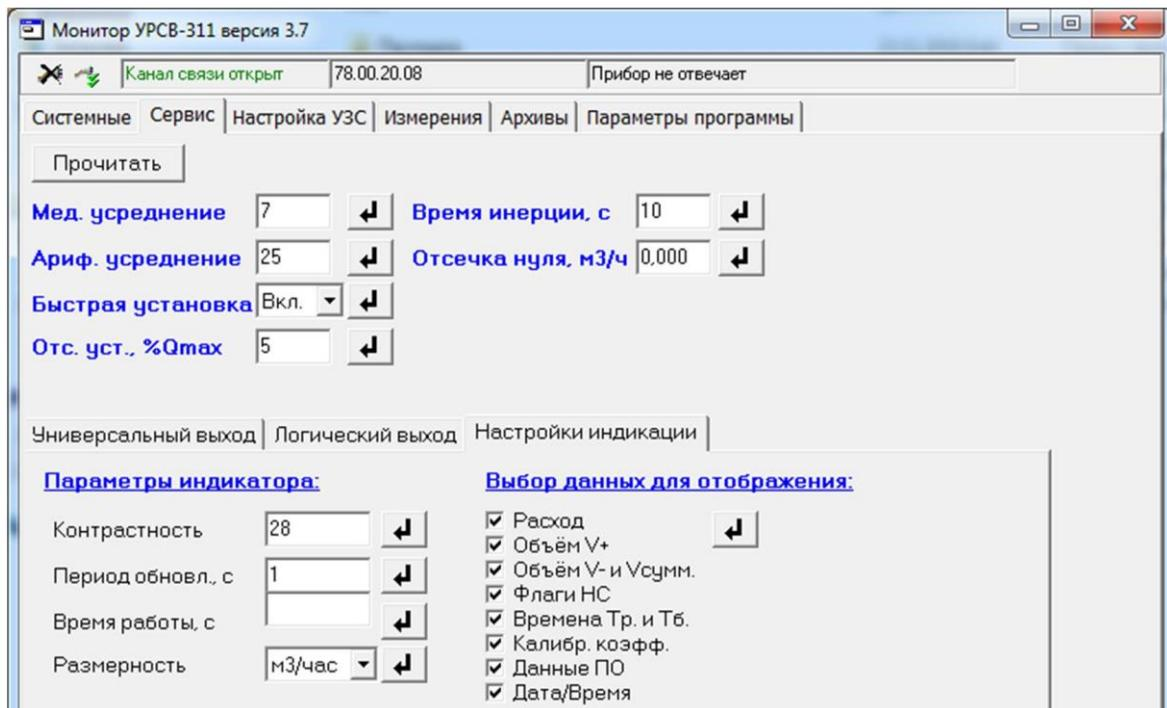

Рис.9. Вид вкладки «Сервис».
- 4.1.3. На вкладке «Сервис» (рис.9) возможна настройка параметров обработки УЗС, установка значения контрастности и времени работы ЖКИ, выбор размерности измеряемого расхода, а также выбор данных, которые будут отображаться на индикаторе расходомера.